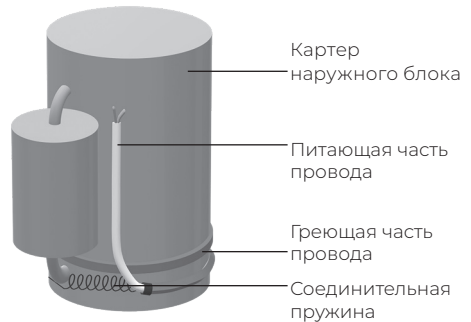

Рис. 7
- Монтаж осуществляется на нижней части картера компрессора, как показано на рис. 7.